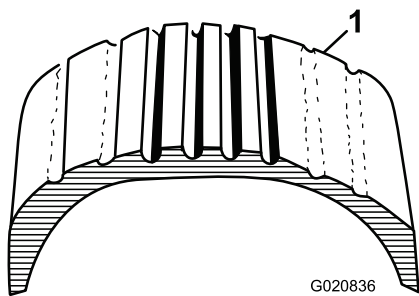
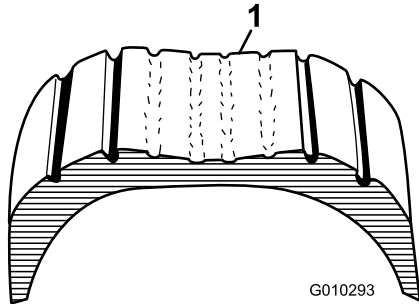

Figura 55
Figura 56
1. Inspeccione visualmente los neumáticos en busca de daños y desgaste (Figura 55 y Figura 56).